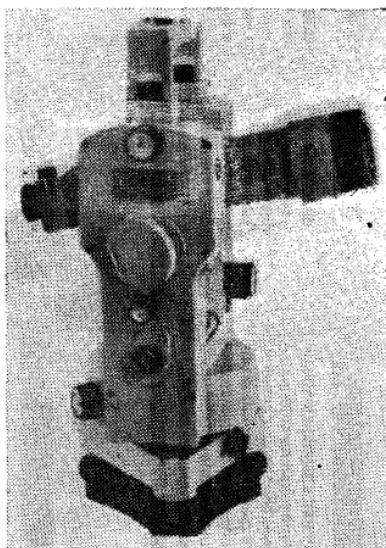

Рис. 11. Дальномерная редукционная насадка ДНР-06 на теодолите Т2
2.23. Дальномерная редукционная насадка ДНР-06 (рис. 11) предназначена для измерения редуцированных расстояний от 20 до 200 м со средней квадратической погрешностью  $\pm 6$  см на 100 м. Используется при создании планового обоснования и производства крупномасштабных топографических съемок застроенной территории.